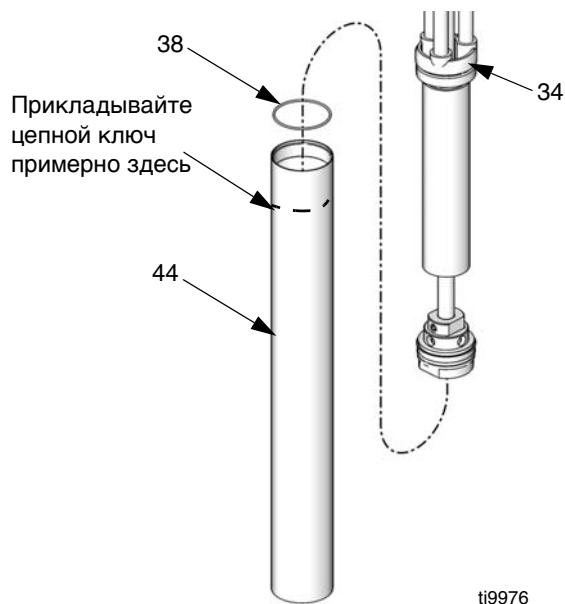

Рис.17
- 5 Извлеките всасывающий трубопровод (44) из корпуса насоса (34). См. Рис.17.
- 6 Проверьте уплотнительное кольцо (38) на корпусе насоса и всасывающий трубопровод на повреждения. См. Рис.17.